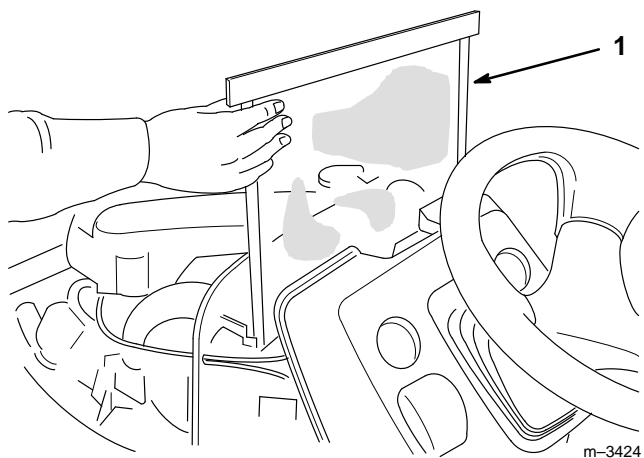

Abbildung 9
- Das Kühlersieb (Abb. 9) befindet sich zwischen dem Kühler und dem Armaturenbrett am Traktor. Zum Ausbau das Kühlersieb aus seinem